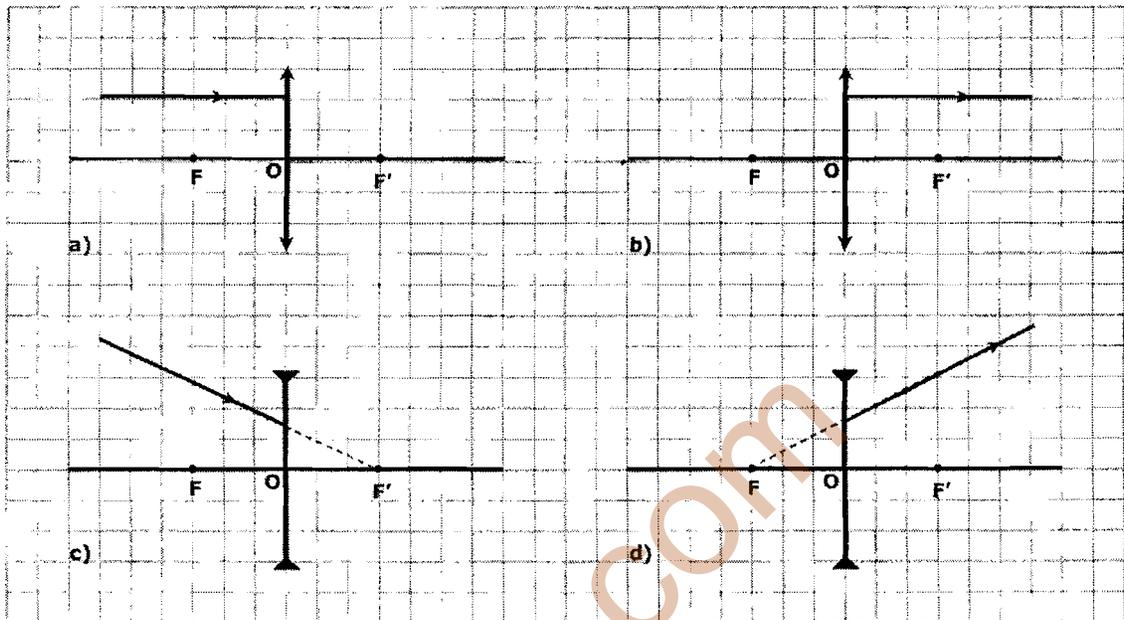
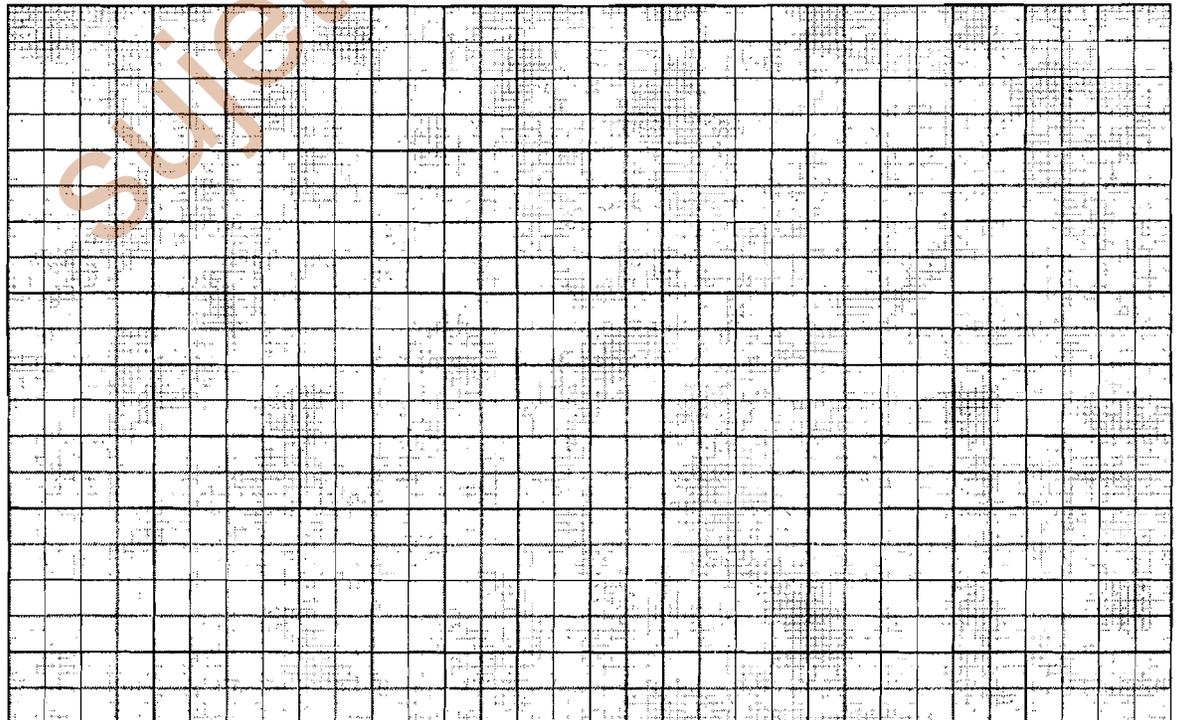

Figure 1 : Marche de rayons lumineux à travers des lentilles minces
Figure 2 : Construction de l'image de \vec{AB}
- 1 Tracer sur chacun des schémas de la figure 1 du document à remettre avec la copie, la marche du rayon lumineux avant ou après la traversée de la lentille. 1 pt
- 2 Une lentille divergente (L) a pour distance focale $f = -5$ cm. Calculer sa vergence. 0,5 pt
- 3 Une petite flèche lumineuse et verticale \overline{AB} de hauteur égale à 3 cm est placée à 3 cm en avant de la lentille (L) précédente, A étant sur l'axe principal.
- 3.1. Construire sur la figure 2 de l'annexe à remettre avec la copie, l'image $\overline{A'B'}$ de \overline{AB} , donnée par la lentille (L). Echelle : 1 cm \leftrightarrow 1 cm 1 pt